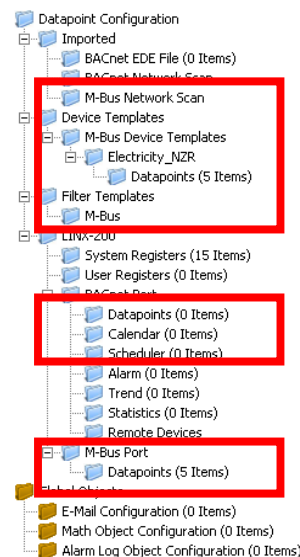

Abbildung 131: Ansicht des Datenpunktmanagers mit der M-Bus-Verzeichnisstruktur
Der Configurator besitzt ein Grundkonzept um Datenpunkte zu verwalten. Der Datenpunktmanager, siehe Abbildung 131, wird gebraucht um Datenpunkte auszuwählen, sie zu erzeugen, editieren und löschen. Die Anzeige wird in drei Abschnitte aufgeteilt:
- Die Verzeichnisstruktur (Abbildung 131),